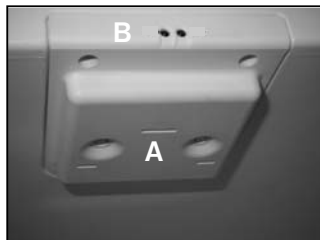
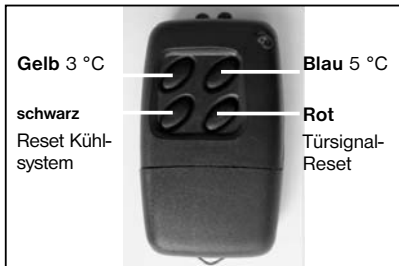

Abbildung 6.
Abbildung 9.
Es ist möglich, den voreingestellten Wert mit der Fernbedienung zu modifizieren (Abbildung 9). Öffnen Sie bitte die Tür, und halten Sie die Fernbedienung direkt vor den Sensor der Türöffnung (Abbildung 6.B). Wählen Sie die gewünschte Temperatur aus, indem Sie entweder die gelbe Taste für 3°C, oder die blaue Taste für 5°C drücken.
Das Steuerungssystem kontrolliert nach jeder Abtauperiode (die erste Abtauperiode beginnt 39 Stunden nach dem Starten, später immer nach 24 Stunden) die Funktion, durch die Messung der Temperatur des Verdampfers. Wenn es ein Problem registriert, schaltet der Kühlschrank ab, und die LEDs fangen an, permanent zu blinken. Wenn es der Fall ist, passiert es am meisten wegen der Überlastung (zu viel warmes Lebensmittel und/oder Getränke sind darin), oder weil die Tür nicht gut geschlossen oder die Lüftung der Kühleinheit nicht einwandfrei ist und/oder der Kühlschrank nicht waagrecht steht. Kontrollieren Sie bitte diese, dann starten Sie nochmals den Kühlschrank, indem Sie die Fernbedienung (Abbildung 9) direkt nach dem Sensor der Türöffnung richten und die schwarze Taste drücken, oder ziehen Sie den Stecker aus der Steckdose für mindestens 10 Sekunden heraus, dann stecken Sie ihn wieder ein. Es startet neu das Gerät und es wird wieder funktionieren. Wenn das permanente Blinken zurückkommt, dann gibt es ein wirkliches Problem mit der Kühleinheit, und Sie müssen den Kontakt zu dem Dometic Service aufnehmen.
8.1.1. Innere LED Beleuchtung (gekühltes Fach) (Abb. 6.)
2. Setzen Sie anschließend das Türsignal zurück, indem Sie die Fernbedienung (Abb. 9.) auf den Türsensor richten und die rote Taste drücken (Abb. 6 B).